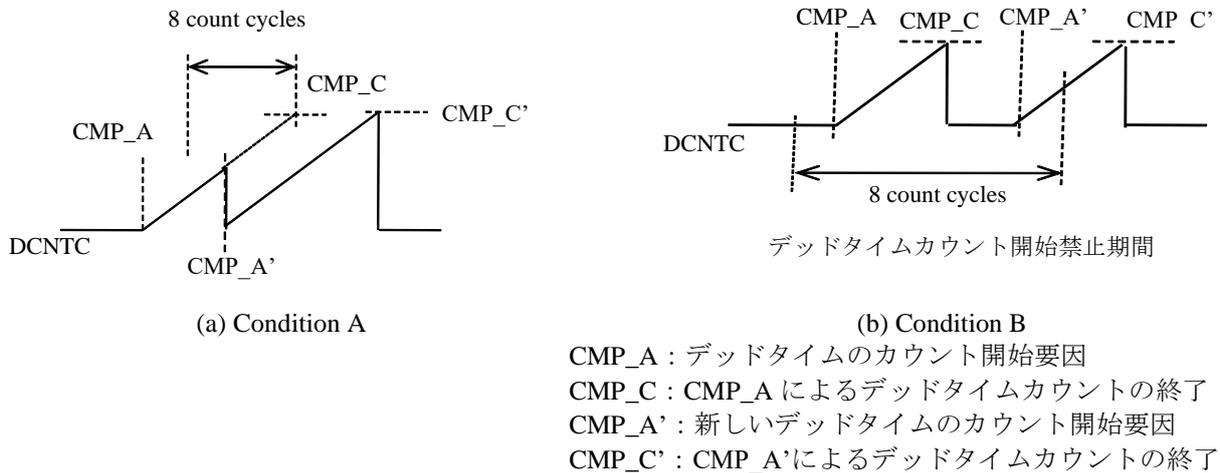

図 15-17 デッドタイムカウンタの禁止波形 (DCNTC の場合)
- 条件 A : デッドタイムカウンタが動作している間に、再度デッドタイムのカウントを開始する別のイベントが、デッドタイムのカウントが終了したタイミングから、1~8 カウントサイクルの前の期間に発生した場合 (図 15-17(a)参照)。
- 条件 B : PWM カウンタが、アップモード (PWMnCNTMD.PWMCMD = 0) で動作しているときに、同じデッドタイムカウンタが、8 カウントサイクル内に 2 回以上カウントを開始する場合 (図 15-17(b)参照)。